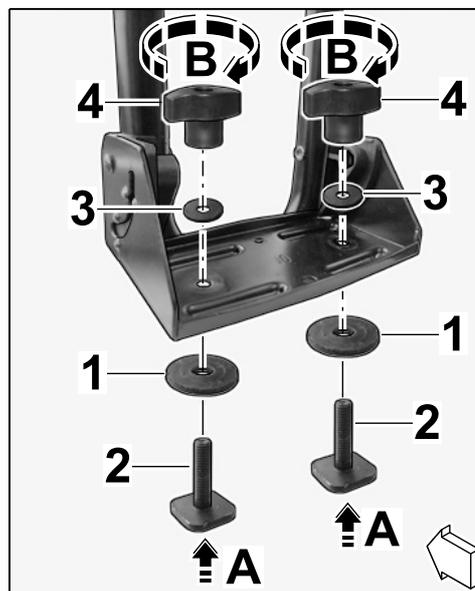

Figura 18
2.2.2 Inserire il perno a T M6 x 26 con rondella in plastica 6,5 x 22 x 2 mm dal basso attraverso il foro nella piastra di sostegno supporto ruota anteriore (⇒ *Figura 18-A*).
2.2.4 Avvitare il dado ad alette M6 con ca. 3 giri di filetto sul perno a T M6 x 26 (⇒ *Figura 18-B*).